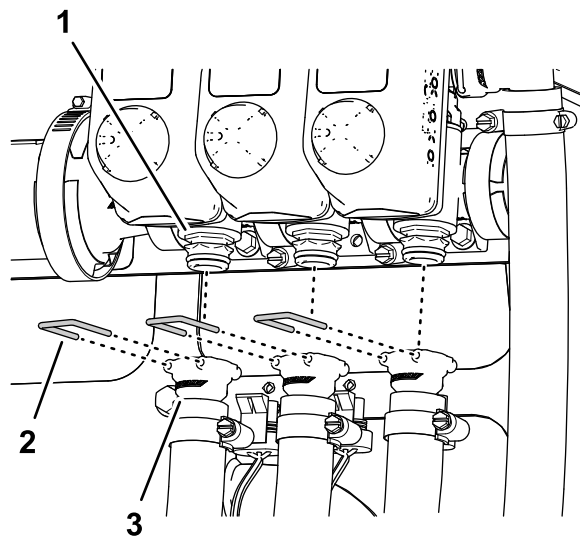

Figure 24
6. Retirez et conservez les étriers qui fixent les coupleurs rapides des flexibles d'alimentation gauche, central et droit aux coupleurs rapides des vannes de section (Figure 24).